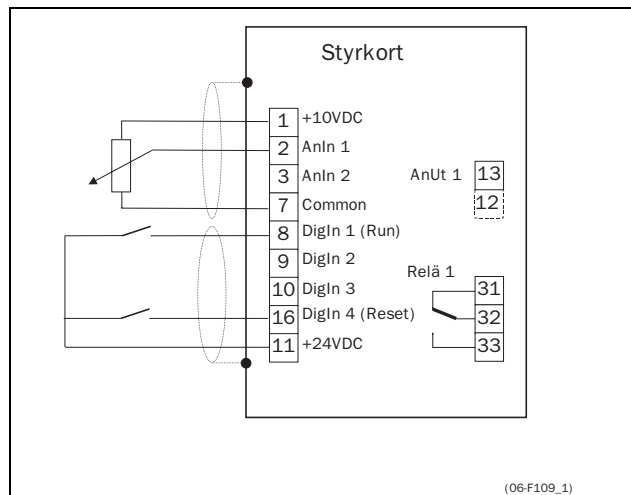

Fig. 2 Minimal ledningsdragning vid start.
- För att starta motorn, måste det finnas ett befintligt börvärde och ett startkommando. Se Fig. 2.
Fig. 2 återger minimal ledningsdragning som måste utföras innan start. Ingången AnIn1 används med en 2 k Ω potentiometer. Ett Start-kommando kan aktiveras på ingångarna (DigIn1) för att starta omriktaren. Potentiometern fungerar som ett frekvensbörvärde.